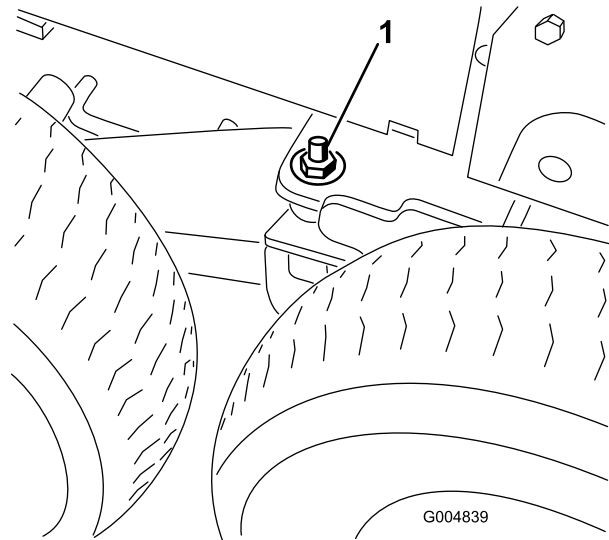

Figura 129
3. Allentate e rimuovete il dado di bloccaggio e la rondella piana dall'elemento saldato del perno del carrello (Figura 129).
7. Montate le rondelle piane (1/2 poll.) e i dadi di bloccaggio sul prigioniero del perno del carrello (Figura 129)